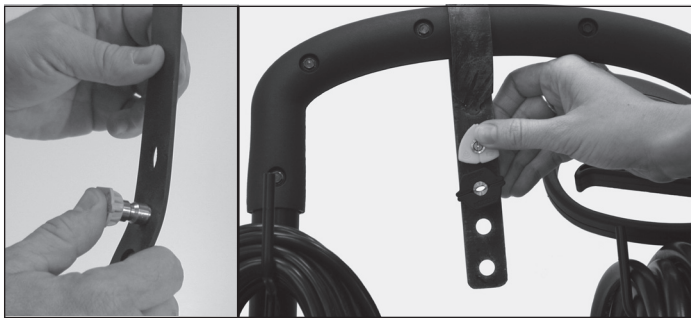

Figure 5 - Insérez les becs de pulvérisation dans le support
2. Insérez les becs de pulvérisation dans le support de bec en caoutchouc (voir la Figure 5).